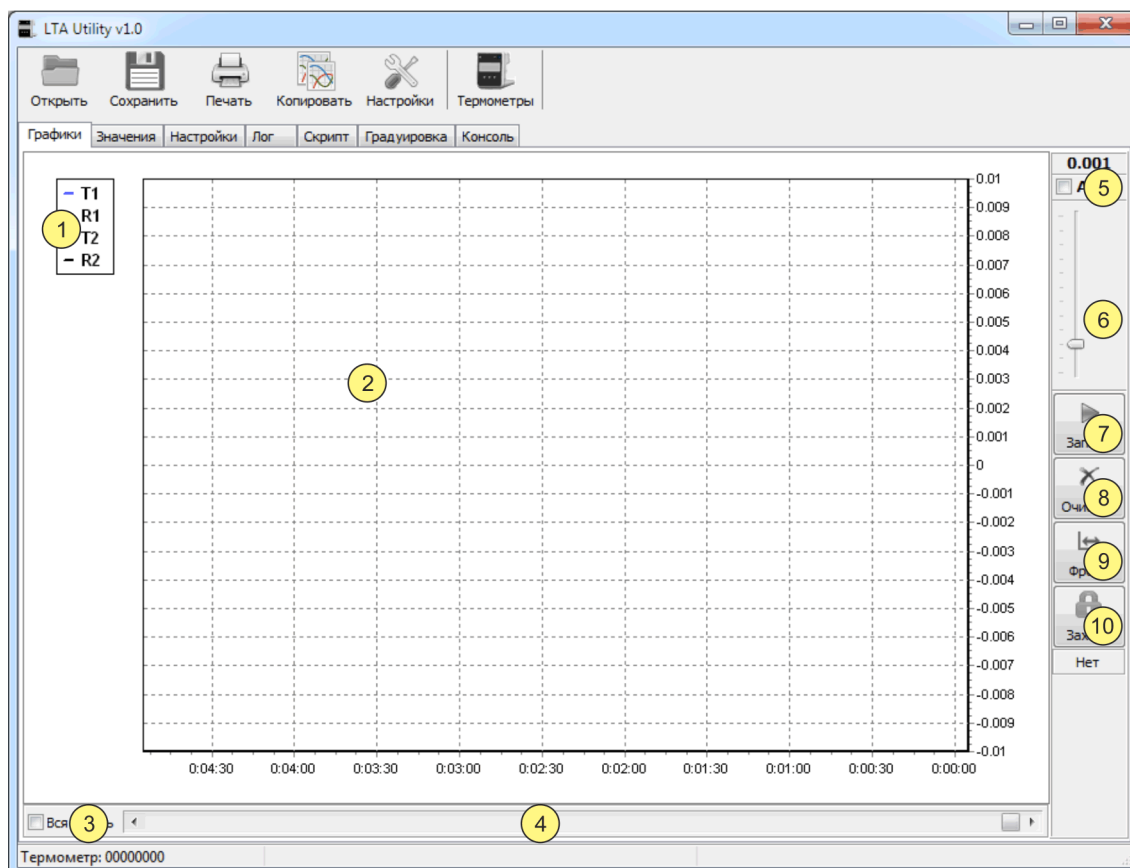

Рисунок 2 — Графики
- выключить запись данных, если она осуществляется, нажав кнопку 7 рисунок 2;